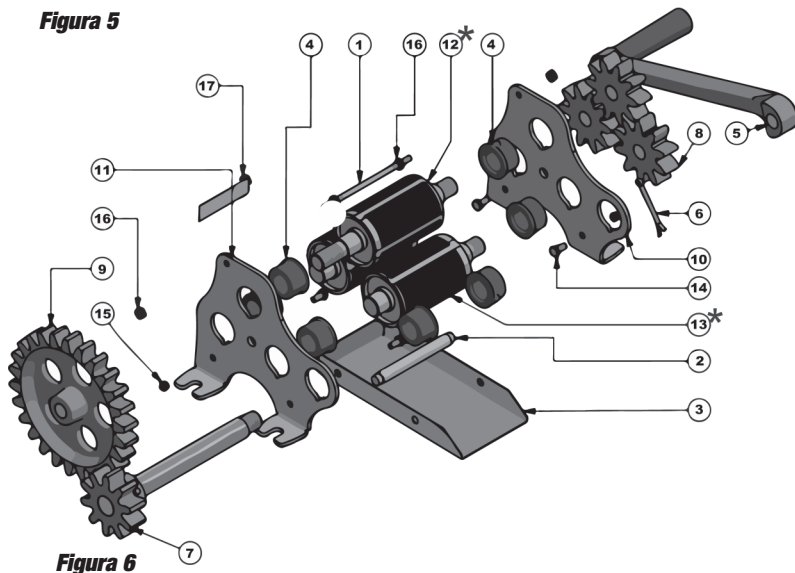

Figura 6
- Proceda com a montagem do cabo (5) do engenho conforme seqüência da figura 6.